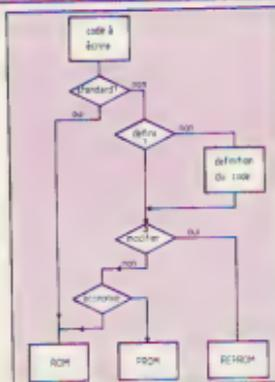

Figure 9.
- L'organigramme de la figure 9 illustre ces critères de choix.